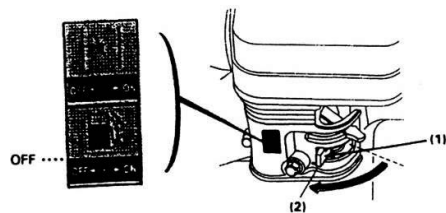

Fig. 25
- 4) Rotiți supapa de combustibil în poziția OFF. (Fig. 25)